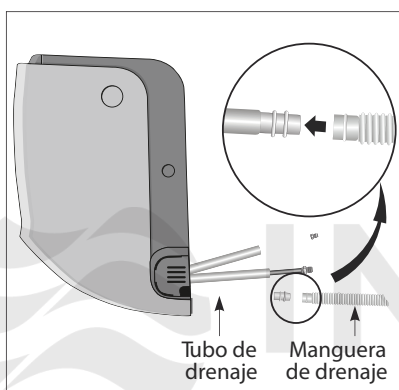

Figura 8.
- Conecte la manguera de drenaje al tubo de salida en la unidad interna de manera inclinada (Ver figura 8).